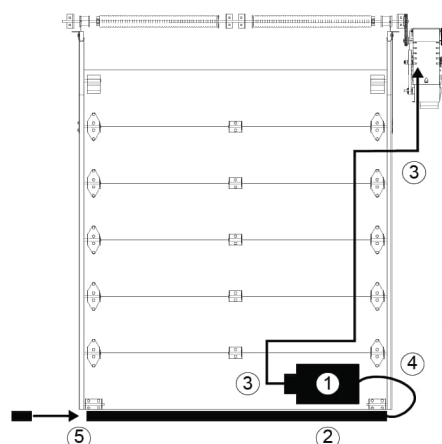

Figura 25 - Borde de detección
1. Colocar el interruptor de aire en posición, consultar la Figura 25.
1. Colocar la caja de conexiones en posición, consultar la Figura 25.